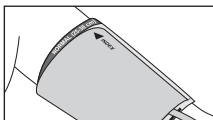

Рис.10
5. На застегнутой манжете метка «INDEX» должна указывать на область «NORMAL (25-36 см)». Это означает, что манжета подобрана правильно и соответствует размеру окружности плеча. Если метка указывает на область обозначенную «» или левее, то манжета мала и показания будут завышены. Если метка указывает на область «» или правее, то манжета велика и показания будут занижены (рис. 10).